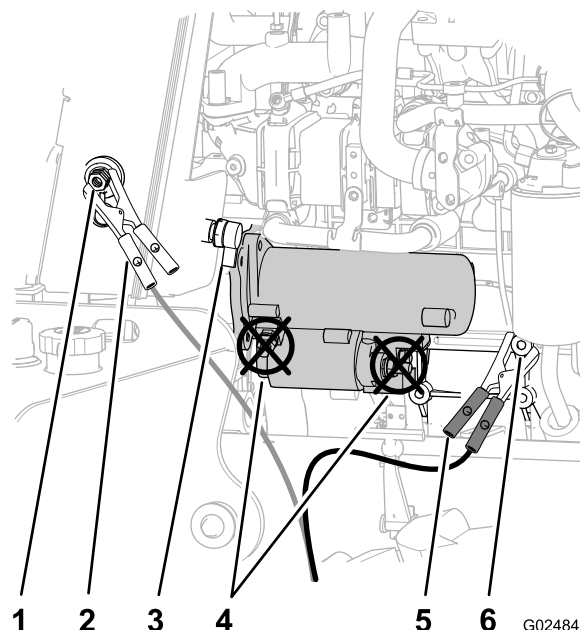

Figura 78
4. Retire la tapa del borne auxiliar (Figura 78).
5. Conecte el cable positivo (+) al borne auxiliar (Figura 78).
6. Conecte el cable negativo (-) a tierra, por ejemplo, a la tuerca del punto de pivote del alternador (Figura 78).